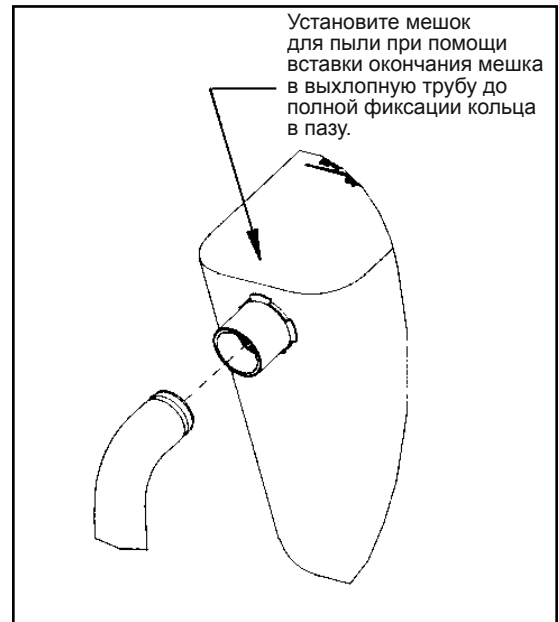

Рисунок 2
1. Установите мешок для пыли при помощи вставки окончания мешка в выхлопную трубу до полной фиксации кольца в пазу (рисунок 2). Лучший способ это проделать, использовать Вашу ладонь, нажимая на заднюю часть отверстия мешка.